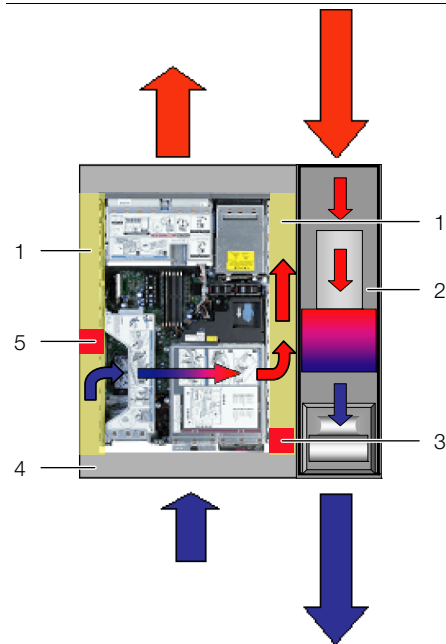

Abb. 12: Anordnung der Schaumstoffstreifen bei seitlich durchströmten Geräten (Draufsicht)
strömten Geräts links oder rechts am Serverrack eine Aussparung im Schaumstoffstreifen befindet. Achten Sie darauf, dass sich auf der Warmluftseite der Geräte keine Aussparungen befinden (Abb. 12, Pos. 3).
- Befestigen Sie diese Schaumstoffstreifen nach hinten versetzt auf der Kaltluftseite der Geräte (Abb. 12, Pos. 5). Achten Sie darauf, die Streifen so anzubringen, dass alle in den Geräten verbauten Lüfter Kaltluft ansaugen können bzw. dass keiner der Lüfter verschlossen wird.
Die Schaumstoffstreifen können zwischen der vorderen und hinteren Stütze des Serverracks über die gesamte Tiefe an den seitlich durchströmten Geräten angebracht werden (Abb. 12, Pos. 1).